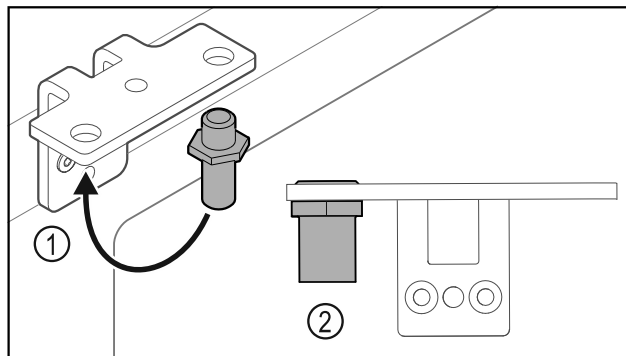

Fig. 37
- Premjestite svornjake Fig. 37 (1) u kutnim šarkama.
- Pritegnite svornjake Fig. 37 (2) **okretnim momentom od 12 Nm**.